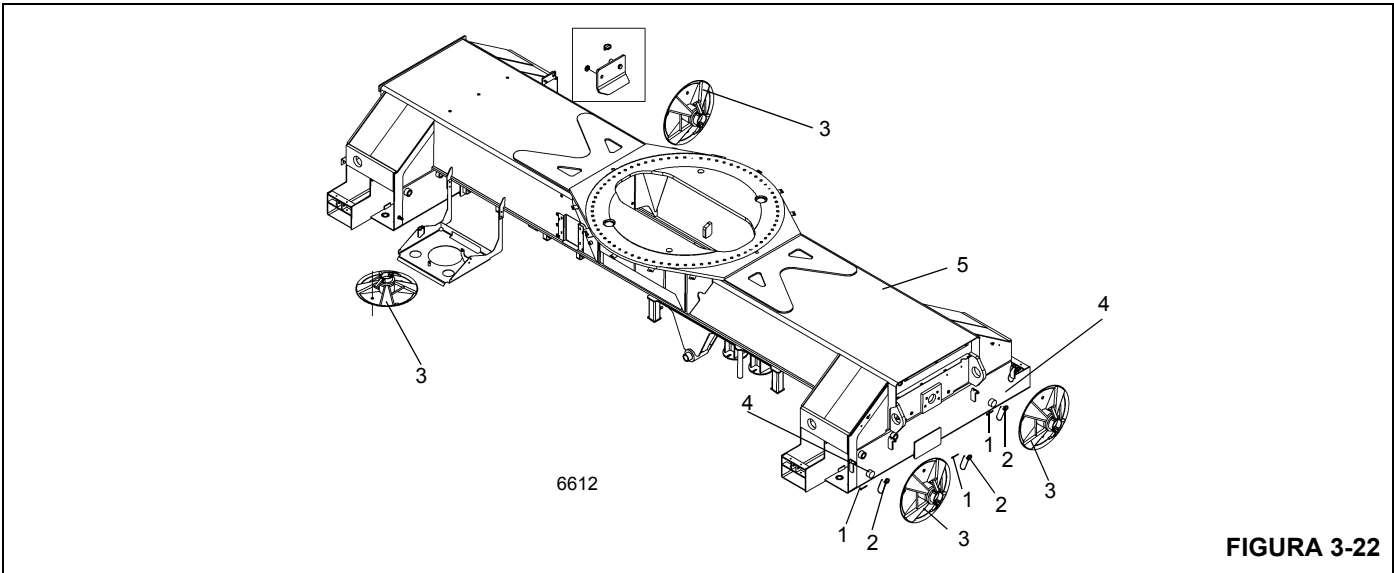

FIGURA 3-22
- 7. Después de que todos los estabilizadores se hayan retraído, almacene los flotadores de los estabilizadores. (Figura 3-22) Fije los flotadores con pasadores de traba rápida y pasadores hendidos.